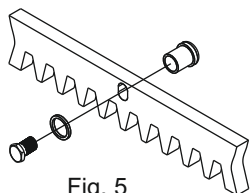

Fig. 5
**5.2.** Fijar en cada elemento de cremallera las lenguetas de soportar mediante los relativos tornillos de bloqueo, teniendo cuidado de posicionarlos en la parte superior del ojal (Fig. 5);